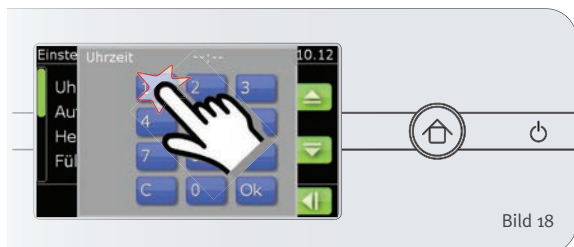

Bild 18
2. Geben Sie die aktuelle Uhrzeit über die Zahlentastatur ein, mit OK bestätigen (Bild 18).